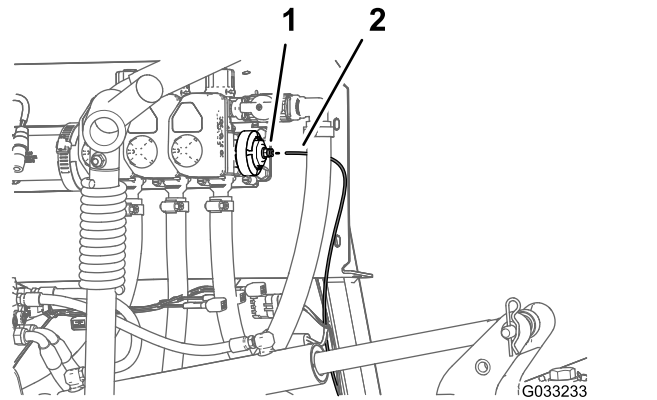

Bild 25
1. Drücken Sie den Stelling für die Schlauchkupplung in den Enddeckel des rechten Auslegerabschnittventils hinein (Bild 25).
2. Ziehen Sie den Druckmessschlauch für das Messgerät am Armaturenbrett aus der Schlauchkupplung (Bild 25).